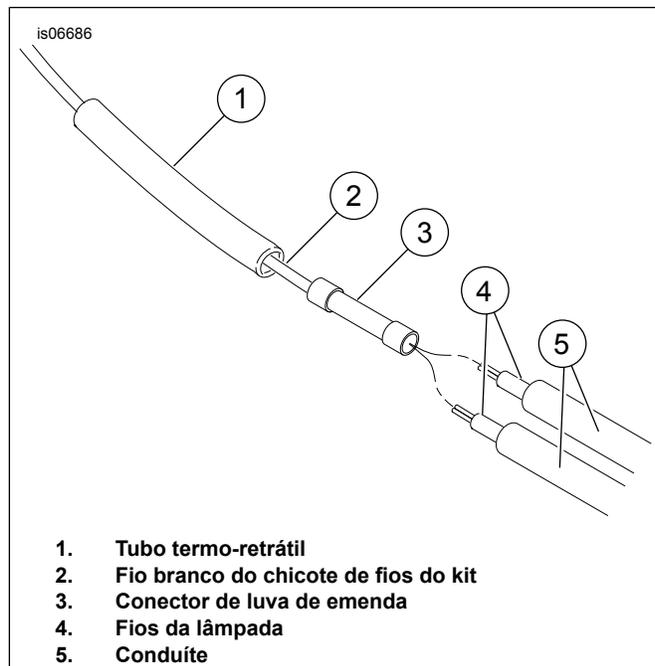
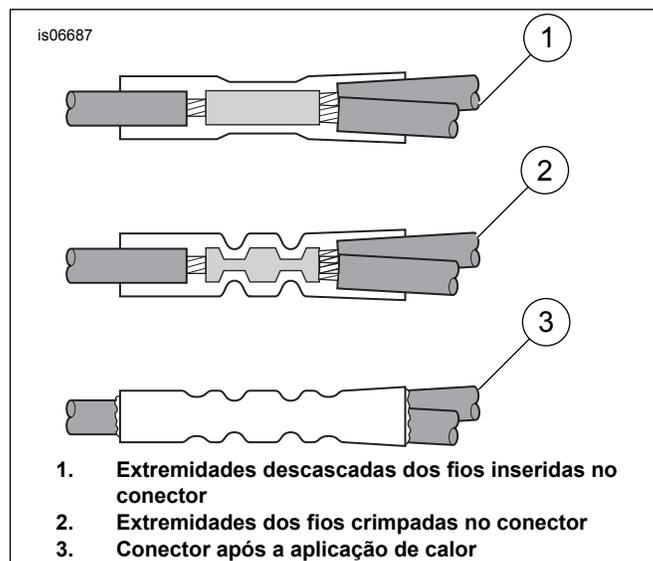
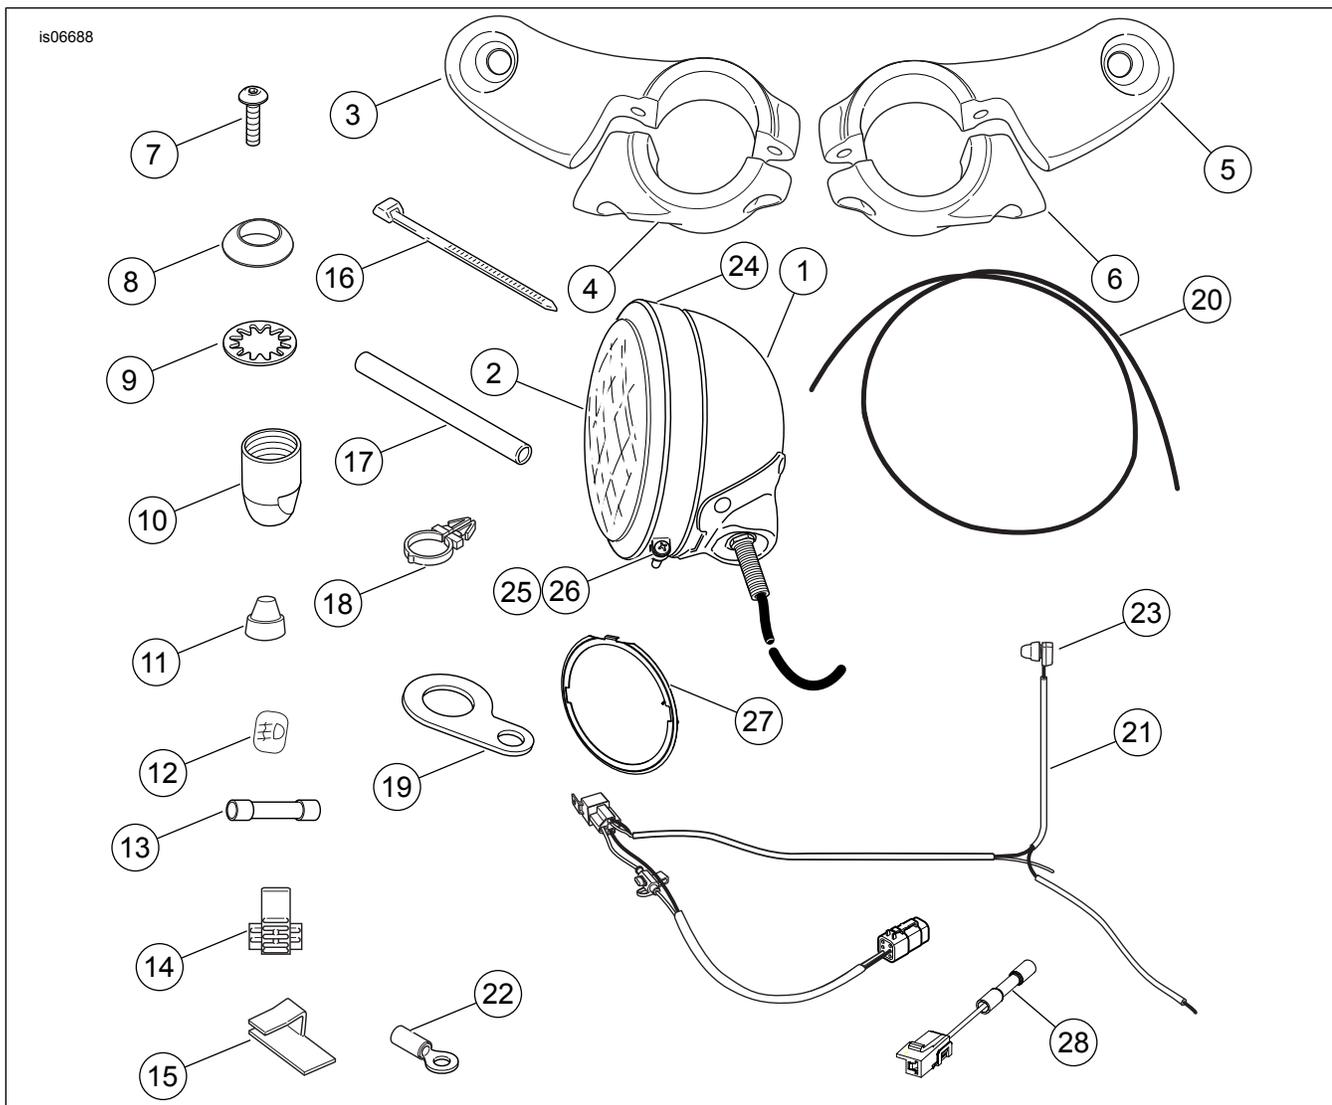

Figura 8. Conecte os fios da lâmpada no chicote de fios do kit
Figura 9. Instalação de conectores de luva de emenda selados
Figura 10. Peças de reposição: Kit de lâmpada auxiliar cromada
Veja Figura 10 e Tabela 1.
6. Veja Figura 10. Localize o aro de acabamento externo (24), o aro de alojamento interno (27), o parafuso (25) e a porca (26).
12. **Modelos Softail ano 2011 e posteriores:** Acople o conector Deutsch de 6 pinos no conector de diagnóstico/P&A no chicote de fios do veículo. **Todos os modelos ano 2003 e anteriores:** Corte o conector de 6 pinos do chicote de fios. Instale um terminal de anel do kit no fio de alimentação branco e conecte-o no terminal do pino de cobre (BAT) do disjuntor principal. **Todos os modelos 2004 e posteriores, exceto os modelos Softail 2011 e posteriores:** Corte o conector de 6 pinos do chicote de fios. Emende o chicote de fios jumper B+ (item 28, Figura 10 ) no fio de alimentação branco e conecte o jumper no conector B+ do chicote de fios. Consulte a seção CONECTORES DA EMENDA SELADA no Manual de serviço.
13. **Todos os modelos exceto os modelos Softail 2011 e posteriores:** Instale um terminal de anel do kit no fio de aterramento preto do chicote de fios. Conecte o fio de ligação terra preto (2) com o terminal de anel no prisioneiro do terra sob o assento ou em qualquer ponto de aterramento elétrico bom. Fixe o chicote do kit nos chicotes adjacentes com abraçadeiras (item 16, Figura 10 ).
15. Veja Figura 10. Pegue o suporte de montagem do interruptor (item 19) no kit. Remova a capa do interruptor da lâmpada e instale o interruptor no suporte. Recoloque a capa no interruptor.
Se a capa estiver desgastada ou danificada, ou se estiver faltando, substitua-a para evitar a entrada de umidade no interruptor. Veja Figura 10 (item 11).
17. Veja Figura 10. Fixe a perna do interruptor da lâmpada do chicote de fios no guidom usando os prendedores de chicotes de fios (item 18) como necessário. Encaixe os prendedores nos furos do guidom.
21. Veja Figura 8 e Figura 9, e a seção CONECTORES DA EMENDA SELADA no Manual de serviço. Deslize o tubo termo-retrátil (1) sobre o fio branco (2) do chicote de fios do kit e crimpe o conector elétrico (3) no fio com uma ferramenta de crimpagem, peça N.º H-D 38125-8.
22. Traga ambos os fios da lâmpada (4) para o conector. Corte os fios, deixando aproximadamente 25 mm (1 pol.) do fio para ultrapassar o conector de luva de emenda. Corte o conduto (5) aproximadamente 38 mm (1-1/2 pol.) antes da extremidade do fio.
24. Insira as extremidades de ambos os fios da lâmpada (4) no conector elétrico (3) e crimpe os fios no conector com a ferramenta de crimpagem.
25. Deslize o tubo termo-retrátil (1) afastando-o da emenda e usando o Ultra Torch UT-100 (H-D 39969), a pistola térmica Robinair (H-D 25070) com o acessório termo-retrátil (H-D 41183) ou outro aquecedor radiante, aqueça a emenda crimpada para encapsular a conexão tipo luva. Aplique calor do centro do crimp para fora em cada extremidade, até que o material de vedação fundível saia em ambas as extremidades do conector. Deixe o conector esfriar.
27. Veja Figura 10. Fixe os fios no suporte inferior da direção usando os prendedores adesivos (15) do kit.